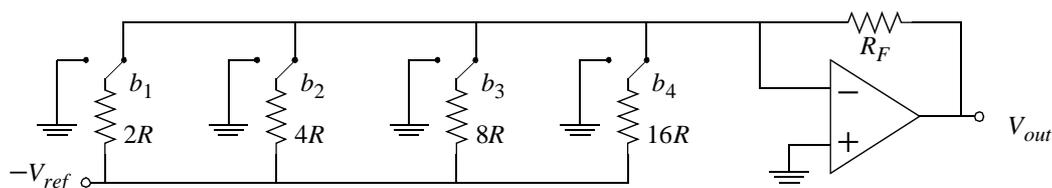

Figura 1: Convertidor D/A de 4 bits basado en resistores pesados binariamente
- 2.6) Se quiere realizar un convertidor D/A de 4 bits basado en resistores pesados binariamente como el de la Figura 1, que debe tener 10 bits de linealidad. Ignorando otros efectos no ideales excepto el error de desapareamiento de las resistencias, determinar cual es el desapareamiento máximo permitido para cada uno de los resistores asociados a los bits b_2 al b_4 con respecto al del resistor asociado a b_1 .